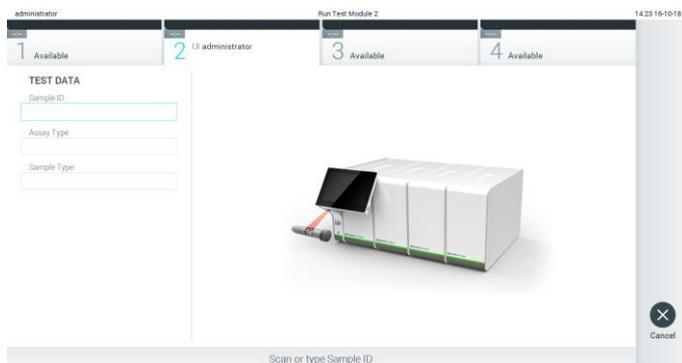

Рис. 69. Сканирование идентификационного штрих-кода пробы.
2. При получении соответствующего запроса отсканируйте идентификационный штрих-код пробы с помощью сканера штрих-кодов, встроенного в рабочий модуль (рис. 69).